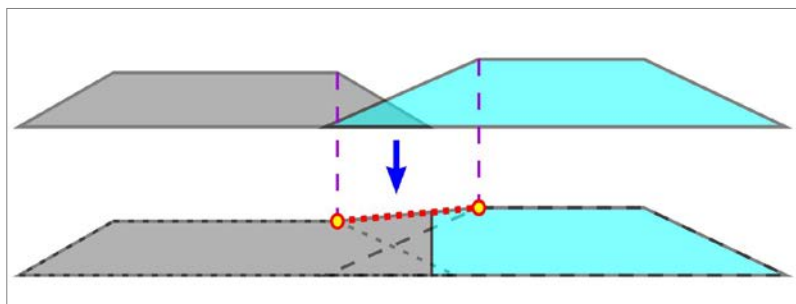

Рис. 11.10
- изменение ширины исходного интервала при перекрытии интервалом от АО на участке отгона ширины (рис. 11.10).